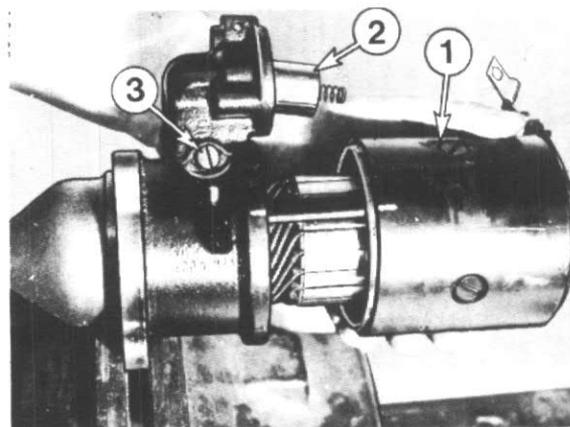

Figure 37
Démontez l'armature (1), fig. 37. Retirez le plongeur (2) du levier de déclenchement et la vis (3).